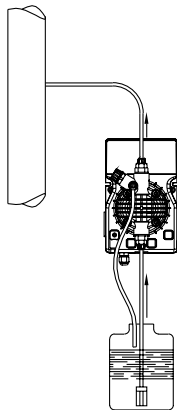
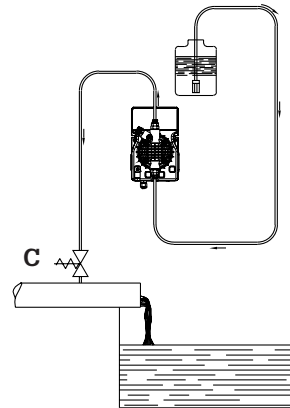

Fig. 5
Fig. 6
- c.- Plaats de pomp zoals getoond in fig. 5, naar keuze zowel boven als onder het vloeistofniveau, met inachtneming van een maximaal vloeistofniveau verschil van 2 meter. Indien de installatie waarin de pomp is toegepast, werkt onder atmosferische druk (geen tegendruk), en de aanzuigtank boven het persniveau is geplaatst (fig.6), dient de conditie van de injectiekleppen regelmatig te worden gecontroleerd. Eventuele overmatige slijtage van de kleppen kan in dit geval zorgen voor lekkage aan de kleppen, zodat de vloeistof het systeem in kan lopen terwijl de pomp niet is ingeschakeld. Indien dit probleem zich voordoet, kan dit door installatie van een tegendruk klep (C) tussen de injectieplaats en de klep worden tegengegaan. In het geval van vloeistoffen welke agressieve gassen kunnen veroorzaken, monteer de pomp dan niet boven de aanzuigtank, tenzij deze hermetisch is afgesloten.